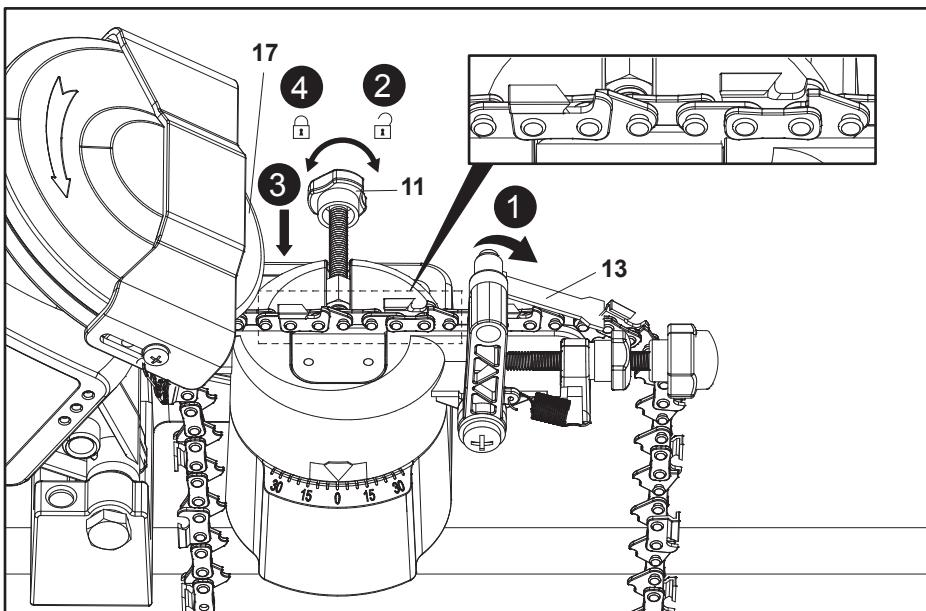

Fig. 4
1. Gire el tope de la cadena (13) hacia atrás y déjelo abierto (Fig. 4, paso 1).
2. Abra la mordaza del tornillo de banco girando la perilla de sujeción (11) hacia la izquierda (Fig. 4, paso 2) hasta que haya espacio suficiente para la cadena de sierra.
3. Coloque la cadena con los eslabones motrices hacia abajo en el carril guía a través de la mordaza (Fig. 4, paso 3). Debe colocarse con el sentido de corte orientado hacia el disco de afilado (17).
4. Sujete ligeramente la cadena de sierra girando la perilla de sujeción (11) hacia la derecha (Fig. 4, paso 4). Asegúrese de que la cadena de sierra puede seguir moviéndose libremente.